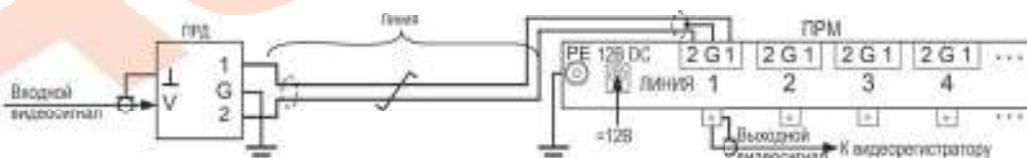

Рис.2 Схема включения комплекта АПВС-TVI (ПРД) и АПВС-К8-TVI (ПРМ)
- Включение АПВС-TVI показано на рис.2, 3.